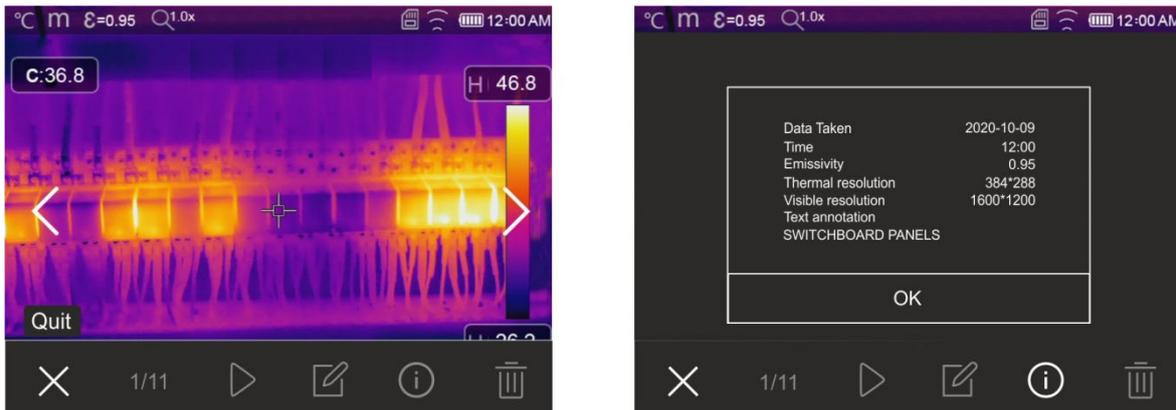

Abb. 52: Displayaufruf der gespeicherten Bilder
1. Drücken Sie die Taste , um die Galerie der Bilder und Videos aufzurufen, die im internen Speicher des Geräts oder auf der eingelegten Mikro-SD-Karte gespeichert sind. Die folgende Bildschirmseite in der Abb. 52 – linke Seite erscheint im Display.
3. Berühren Sie das Symbol “”, um den Abschnitt mit den Informationen über das gespeicherte Bild zu öffnen. Die Bildschirmseite in Abb. 52 – rechte Seite erscheint im Display.